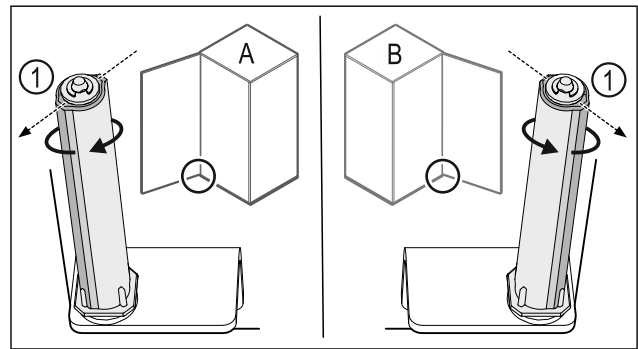

Fig. 41 Tope izquierdo (A) / Tope derecho (B)
- Girar el sistema de cierre contra la resistencia hasta que la barra del sistema de cierre Fig. 41 (1) apunte hacia afuera.